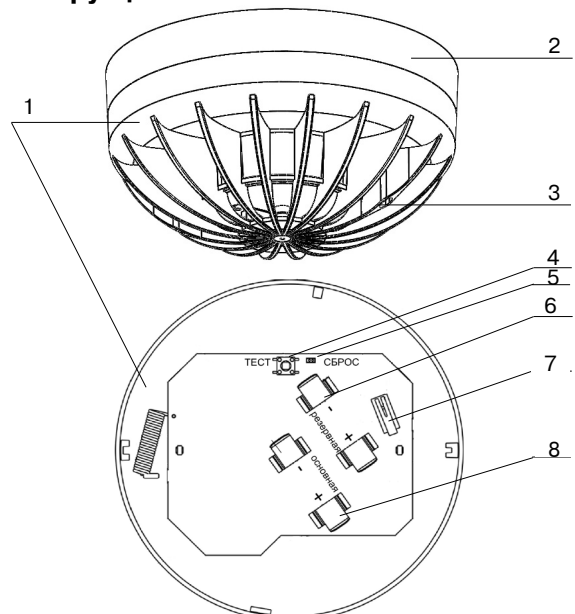

Рисунок 1
12.1 Выбрав место установки извещателя, произведите разметку для его крепления. Для разметки может быть использована розетка (см. рисунок 1).